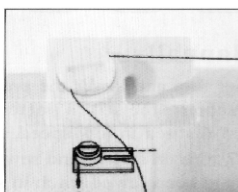

Fig. 12
2. Guíe el hilo a través del disco de tensión de la bobina en la parte superior de la máquina. (Fig.12).